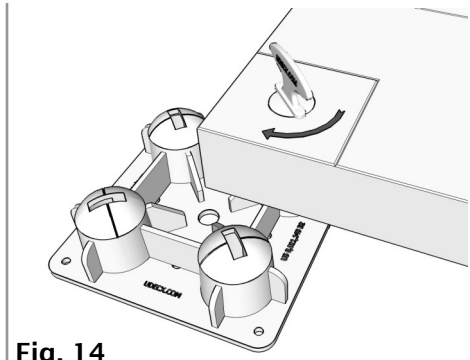

Fig. 14
7. Gire cada uno de los Cam locks (C) en el sentido de las manecillas del reloj 90 grados usando la Lock Tool (E). (Fig. 14 y 15)